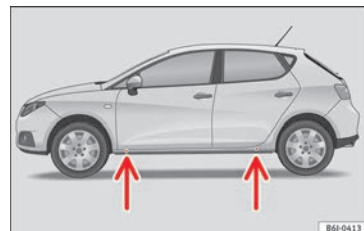

Fig. 65 Puntos de apoyo del gato.
- Busque en el larguero la marca del punto de apoyo del gato (zona hundida) más cercana a la rueda a cambiar » » » **fig. 65**.